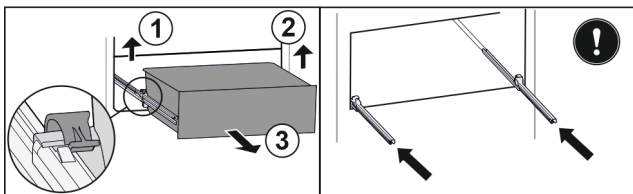

Fig. 157
- Soulever la bride gauche et tirer dans le même temps la partie gauche du tiroir vers l'avant. Fig. 157 (1)
- Soulever la bride droite et tirer dans le même temps la partie droite du tiroir vers l'avant. Fig. 157 (2)
- Retirer le tiroir par l'avant. Fig. 157 (3)